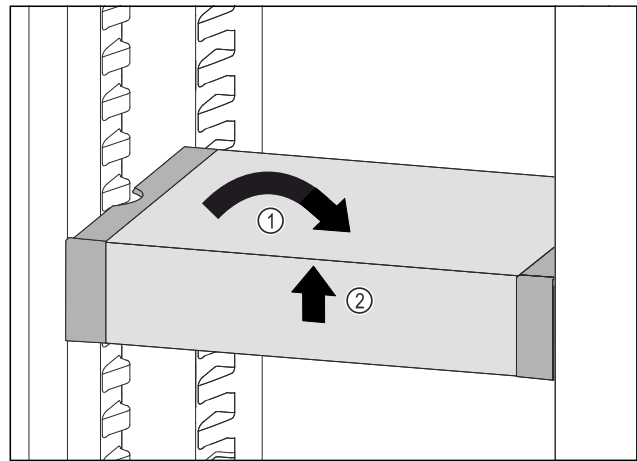

Fig. 57
- ▶ Collocare VarioSafe in maniera dritta. Fig. 57 (1)
- ▶ Sollevare VarioSafe dal lato anteriore. Fig. 57 (2)